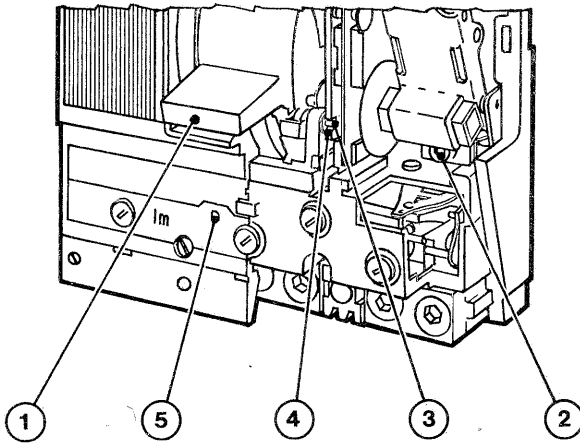

Fig. 7
6.2.1. Applicazione sganciatori termomagnetrici su interruttore fisso (fig. 7)
- a) smontare il coperchio dell'interruttore (§ 5.2.) e sfilare la maniglia (1)
- b) svitare con una chiave esagonale le viti (2)
- c) infilare le viti (2) e le relative rondelle nei fori degli attacchi dello sganciatore
- d) montare lo sganciatore avendo cura che i perni (3) si inseriscano negli incavi (4)
- e) bloccare a fondo le viti (2)
- f) rimontare la maniglia (1) e il coperchio dell'interruttore.
6.2.2. Sostituzione sganciatori termomagnetici su interruttore fisso (fig. 7)
- b) introdurre una punta nel foro (5) fino a provocare lo sgancio del comando